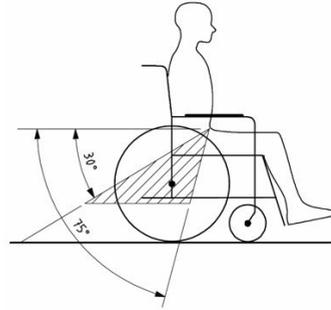

Rysunek 1
4. Przymocować mocno ramę wózka inwalidzkiego do pojazdu za pomocą systemu pasów mocujących (patrz Rys. 1).